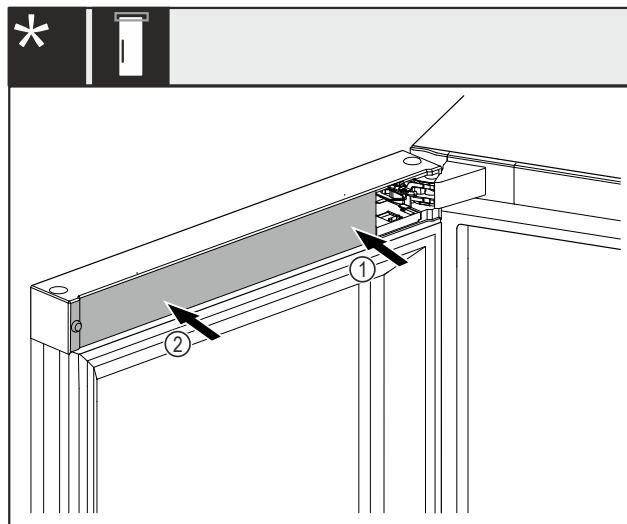

Fig. 49 \*
- ▶ Nasadte kryt Fig. 49 (1) nejprve na stranu stojanu ložiska a zaklapněte jej.\*
- ▶ Nasadte kryt Fig. 49 (2) na vnější stranu a zaklapněte jej.\*